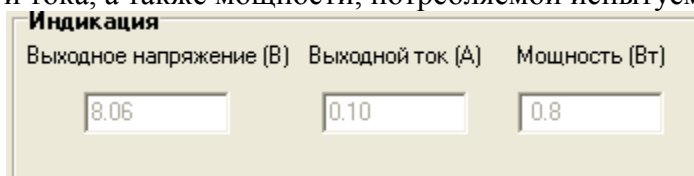

Рисунок 8
7.7.1 Область индикации (см. рисунок 8) предназначена для отображения численных значений выходного напряжения и тока, а также мощности, потребляемой испытуемым ТС.